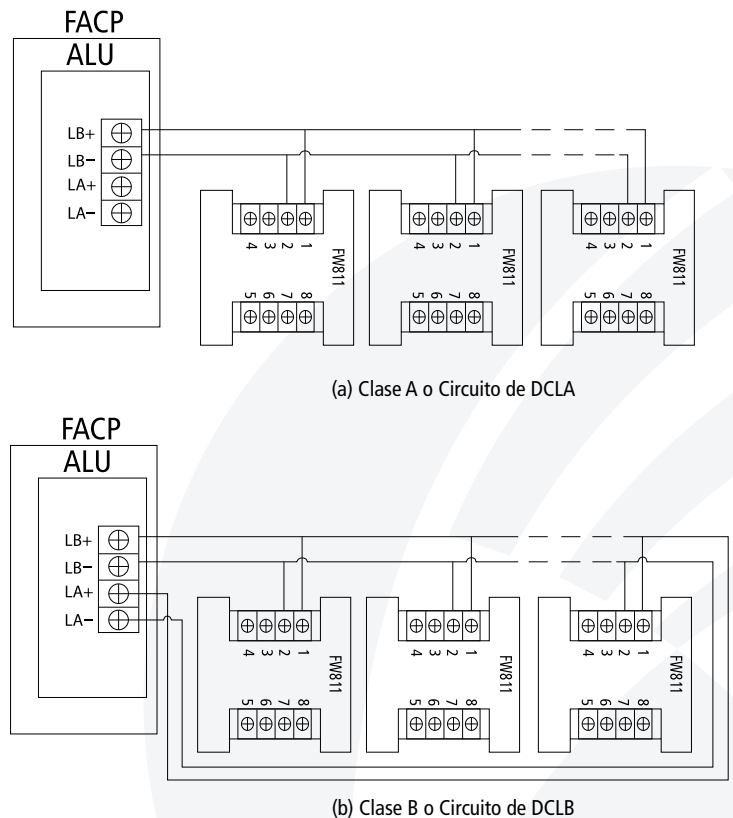

Figura 3 - Diagrama de Cableado (SLC/DCL)
- Conecte el SLC/DCL al módulo, como se muestra en la en la figura 3.